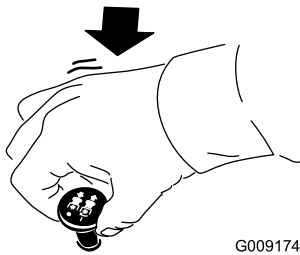

Figure 12
4. Placez la commande des lames (PDF) en position DÉSENGAGÉE (Figure 12).